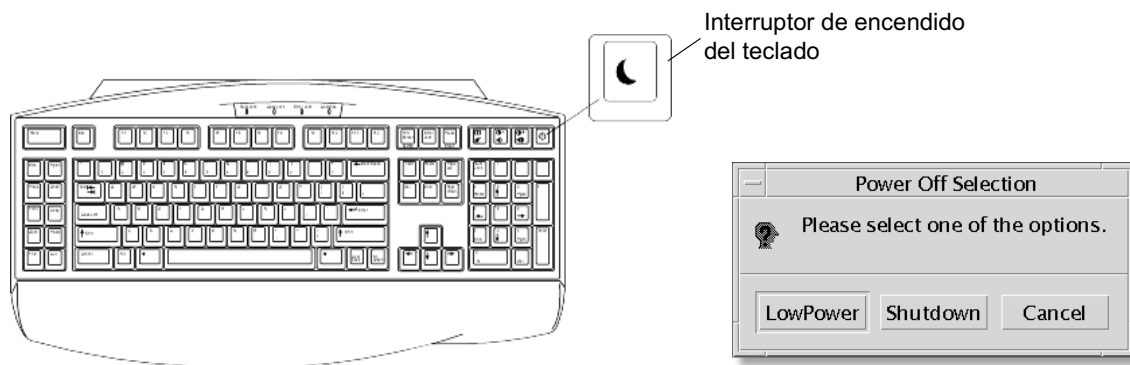

FIGURA 2-2 Interruptor de encendido del teclado Sun USB tipo 6 y cuadro de diálogo Power Off Selection (Selección de apagado)
1. Pulse el interruptor de encendido del teclado Sun USB tipo 6 (FIGURA 2-2).